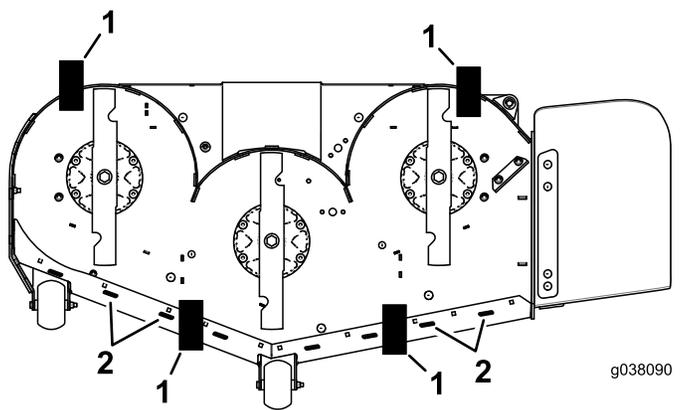

Рисунок 88
11. Установите 2 подставки (см. таблицу высоты подставок и угла наклона ножей) под заднюю кромку фартука режущей деки, по одной на каждой стороне режущей деки (Рисунок 88).